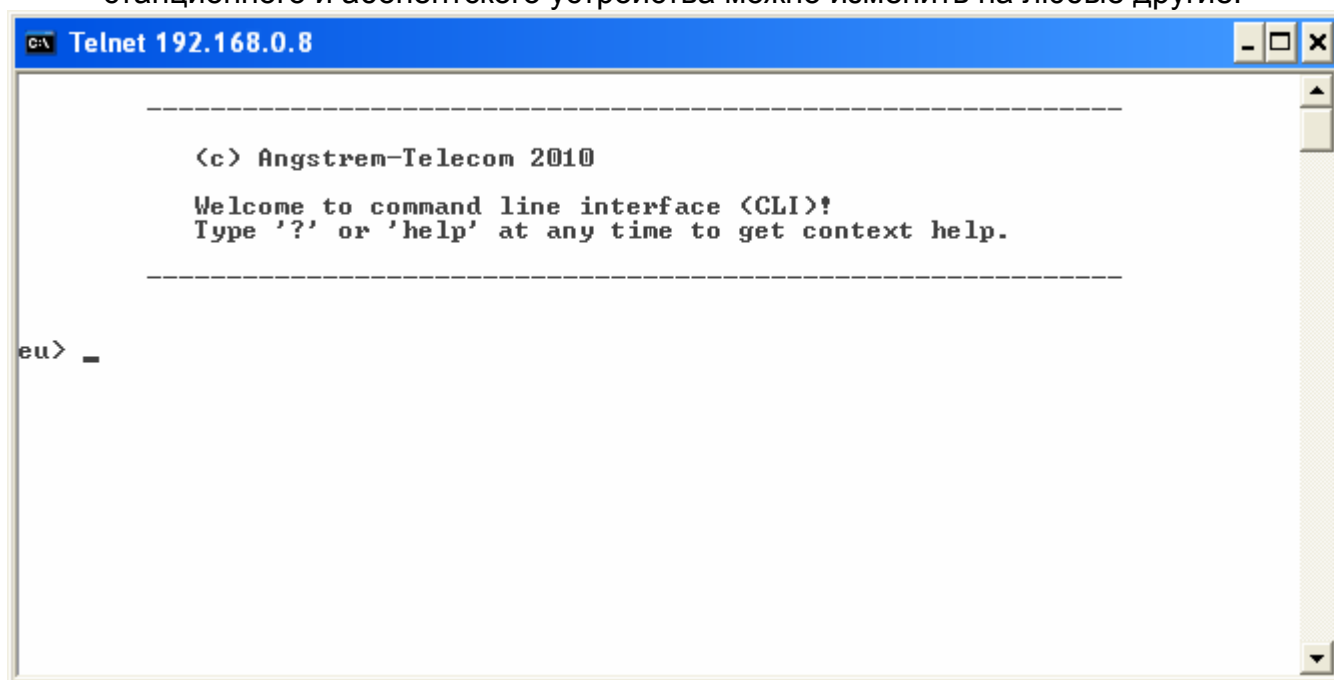

Рис. 4.3. Приглашение в интерфейс командной строки
5. После установки связи появится приглашение в интерфейс командной строки, как показано на рис.4.3, и наименование устройства, с которым установлена связь: «**eu>**» - стационарное устройство, «**su>**» - абонентское. При необходимости имена стационарного и абонентского устройства можно изменить на любые другие.